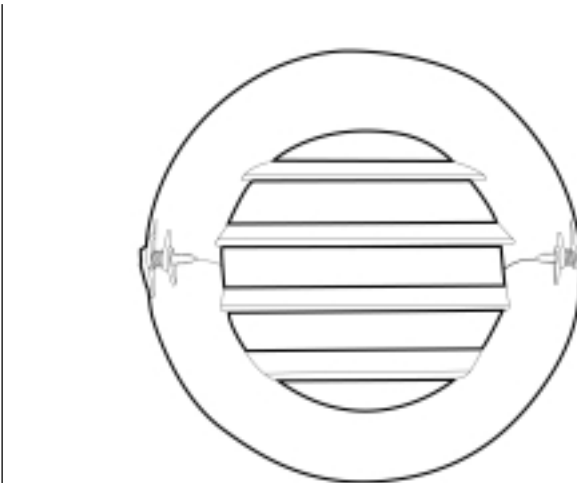

Fig. 7
- Ruotate la griglia sino a quando le alette sono ben orizzontali e con l'inclinazione rivolta verso l'esterno (fig. 7).
- Turn the grille until the flaps are horizontal, slanting towards the outside (fig. 7).
- Das Gitter drehen, bis die Rippen waagrecht ausgerichtet und nach aussen geneigt sind (Abb. 7).
- Giren la rejilla hasta que las aletas estén completamente horizontales y con la inclinación dirigida hacia el exterior (fig.7).
- Draai het rooster totdat de lamellen goed horizontaal zitten en het hellende gedeelte naar buiten toe gedraaid is (fig. 7).